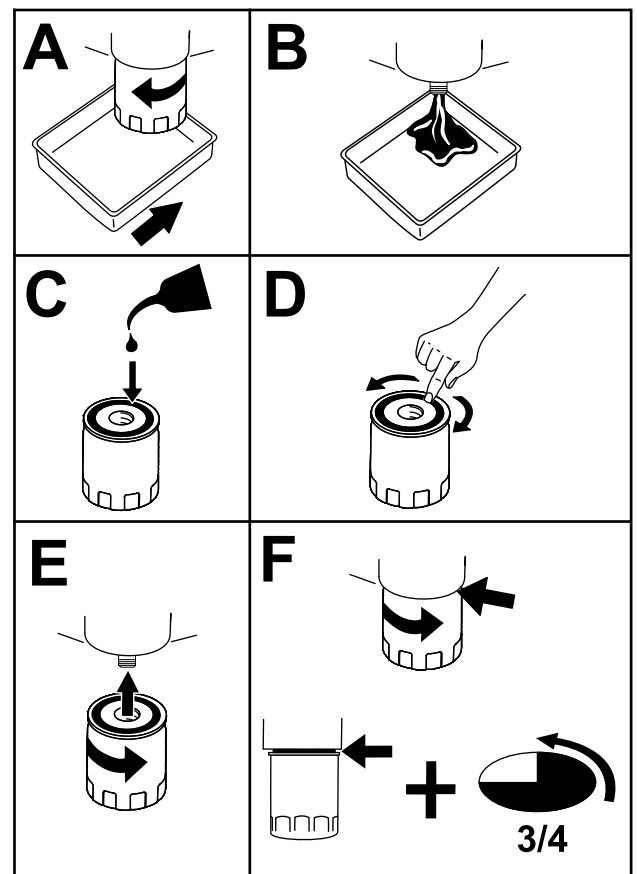

Figuur 42
4. Laat de olie uit de motor lopen (Figuur 42).